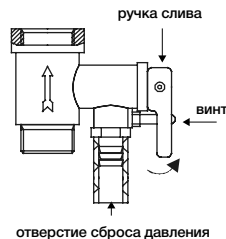

Рис. 8
– для вертикальных водонагревателей серии ME1: нажать до щелчка кнопку, расположенную по центру термовыключателя, который находится рядом с ТЭНом (имеет круглую форму), рис.8;